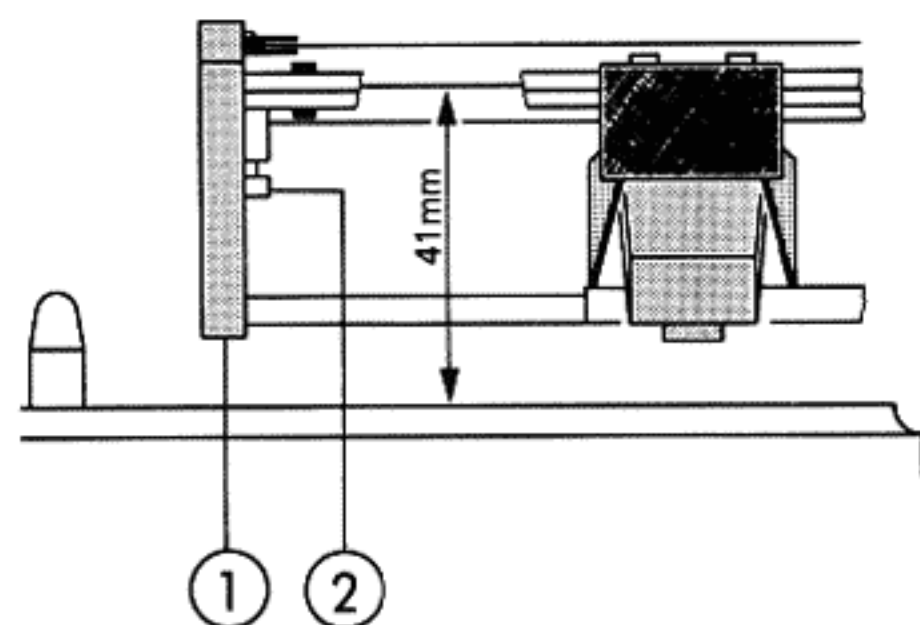

Fig. 2.3
- Fig. 2.3: Eine Korrektur erfolgt durch entsprechendes Verdrehen des Tonarm-Schildes (1), nach dem Lösen der beiden Innensechskant-Klemmschrauben (2) zum Tonabnehmerschlitten-Gestänge. Soll-Distanz Oberkant Tonabnehmerschlitten-Gestänge bis Plattentellerebene = 41 mm. Eine Korrektur erfolgt durch Unterlegen des Plattentellermotors mit Distanzscheiben entsprechender Stärke (Siehe Kapitel 1.6.6, Fig. 1.5, Distanzscheiben 8).
- Fig. 2.3: Correct by twisting the tone arm shield (1) after the two hexagon-socket-head cap screws (2) of the carriage linkage have been unfastened. Nominal distance between top edge of cartridge sled linkage to platter surface = 41 mm. Correct distance by placing shims of the corresponding thickness under the platter motor (refer to Section 1.6.6, Fig. 1.5, shims 8).
- Fig. 2.3: Une correction s'effectue par une légère rotation de la plaque terminant le bras (1), après avoir libéré les 2 vis 6 pans intérieurs (2) qui la maintiennent aux glissières. la distance entre le plateau et l'arrête supérieure de la glissière est de 41 mm. Une éventuelle correction s'effectue en intercalant des rondelles sous le moteur d'entraînement (voir chapitre 1.6.6 Fig. 1.5, rondelles d'espacement 8).